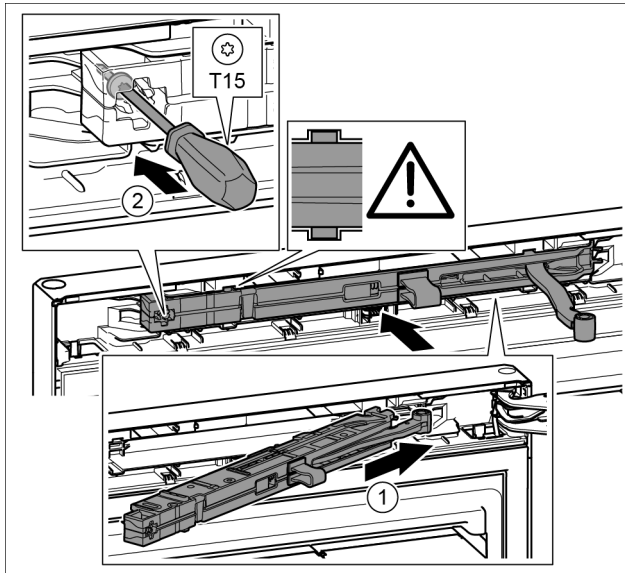

Fig. 21
- Schließdämpfereinheit auf der Lagerbockseite bis zum Anschlag schräg in die Aussparung einschieben. Fig. 21 (1)
- Schraube mit einem Schraubendreher T15 festschrauben. Fig. 21 (2)